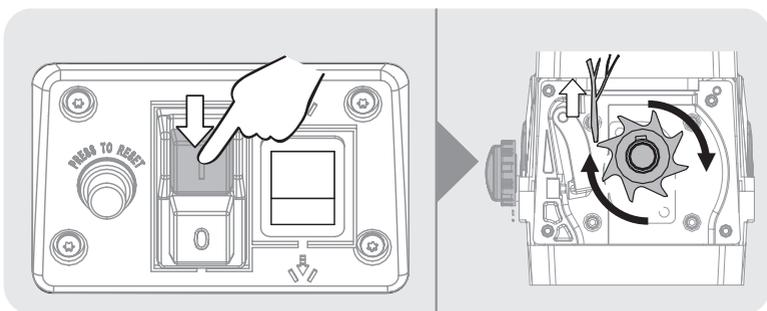

Рис. 15
Когда устройство полностью остановится, измените направление вращения, нажав на стрелку назад на переключателе обратного вращения и кнопку (I). Рис. 15.